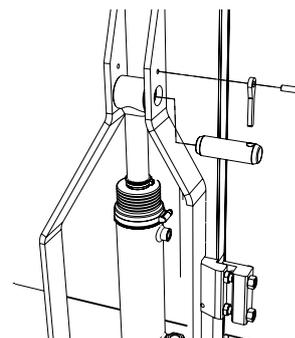

Abbildung 15. Kippzylinder anbringen und verriegeln
7. Den Kippzylinder in die Zylinderhalterung einsetzen und mit dem Verriegelungsstift sichern, siehe Abbildung 15.